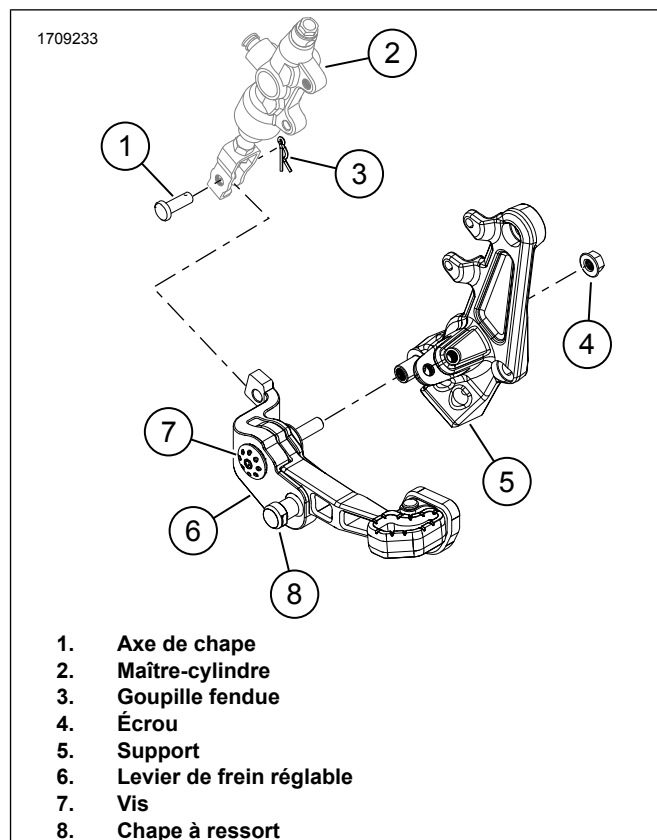

Figure 3. Levier de frein réglable
1. Voir la Figure 3. Retirez le couvercle de protection du filetage de la vis (7).
2. Installez l'écrou (4) et l'ensemble de levier de frein réglable (6) avec vis. Serrer.
1. Voir la Figure 3. Retirez la chape à ressort (8).
3. Aligner la chape à ressort (8) avec l'encliquetage et verrouiller en place.